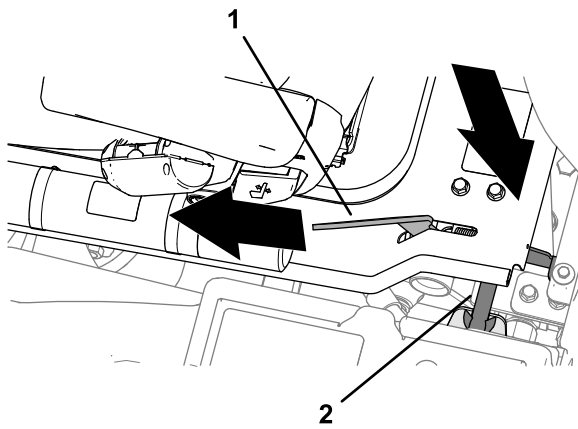

Figure 54
2. Lorsque la plate-forme approche de la position complètement baissée, déplacez la poignée de verrouillage (Figure 54) vers l'avant de la machine.